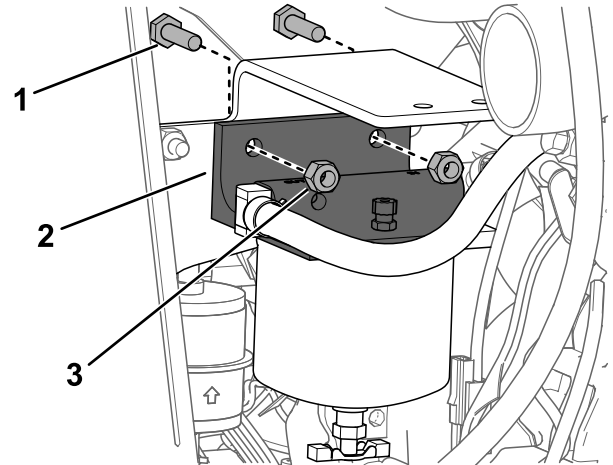

Bild 21
Verwenden Sie Bild 1 und Bild 21 bis Bild 25 für dieses Verfahren.
17. Montieren Sie die Kraftstofffilterglocke an der Platte, wie in Bild 21 dargestellt.